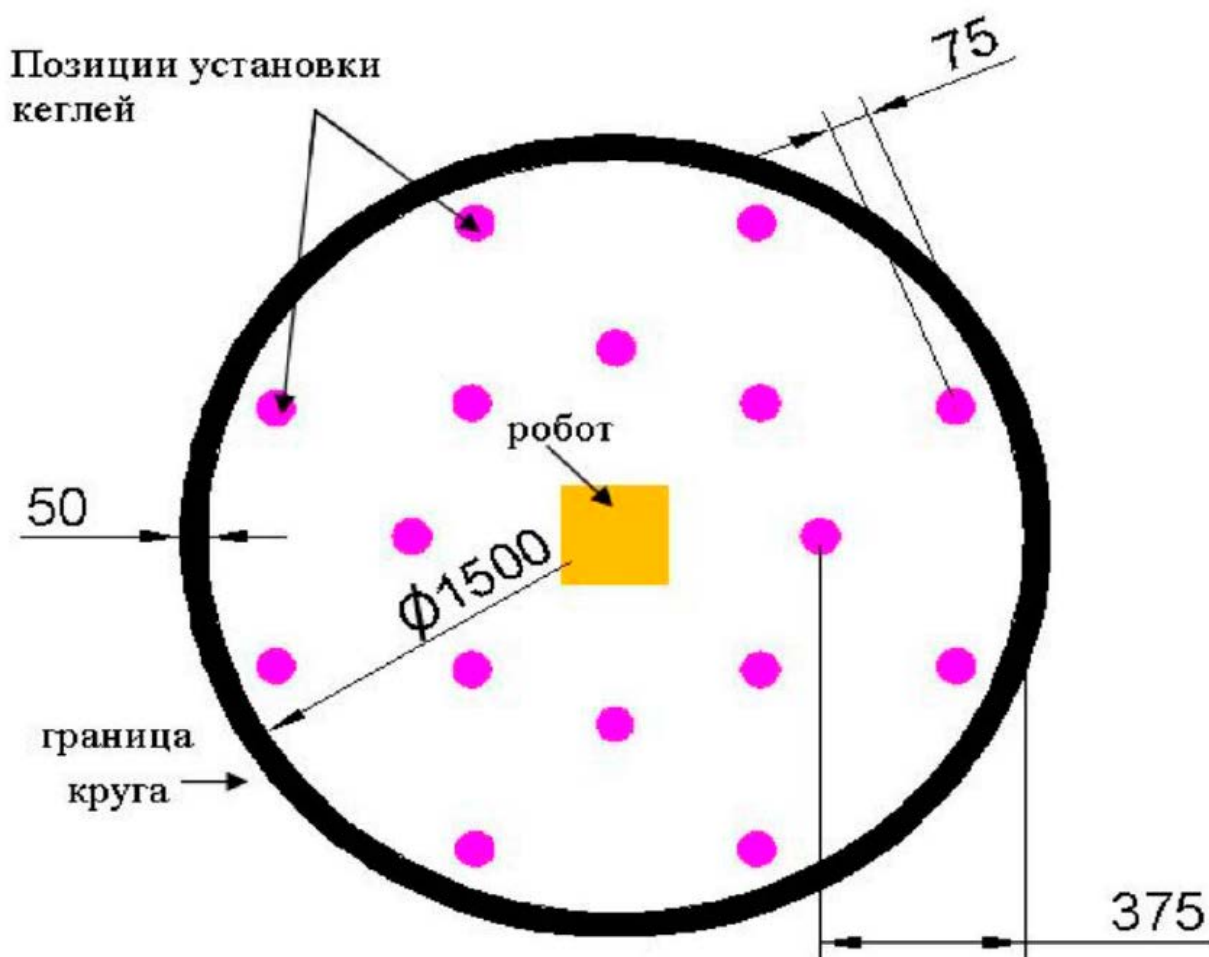

Рисунок 5. Схема ринга.
1. Робот помещается строго в центр ринга (схема ринга изображена на рис. 5).